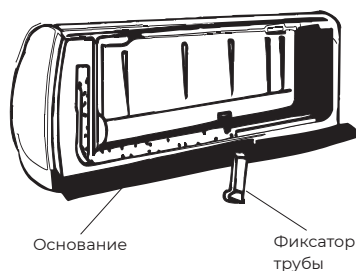

Рисунок 8
- Переместите выпускную трубку в левую сторону и снимите крышку с правой стороны. Закрепите трубы в пазу внутреннего блока с помощью фиксатора трубы (рис. 8). Следующие этапы монтажа такие же, как в предыдущем пункте.